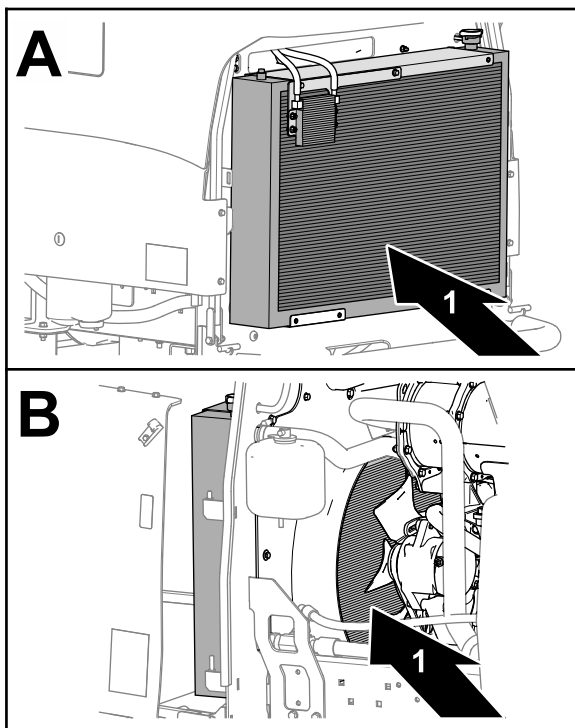

Bild 70
7. Reinigen Sie beide Seiten des Kühlers und des Ölkühlers gründlich mit Druckluft (Bild 70).